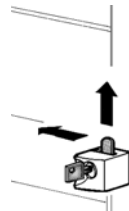

figura 11
- 4 - Il distributore è dotato di serratura per la chiusura del comparto refrigerato contenente il prodotto ed i rubinetti (vedere figura 11).